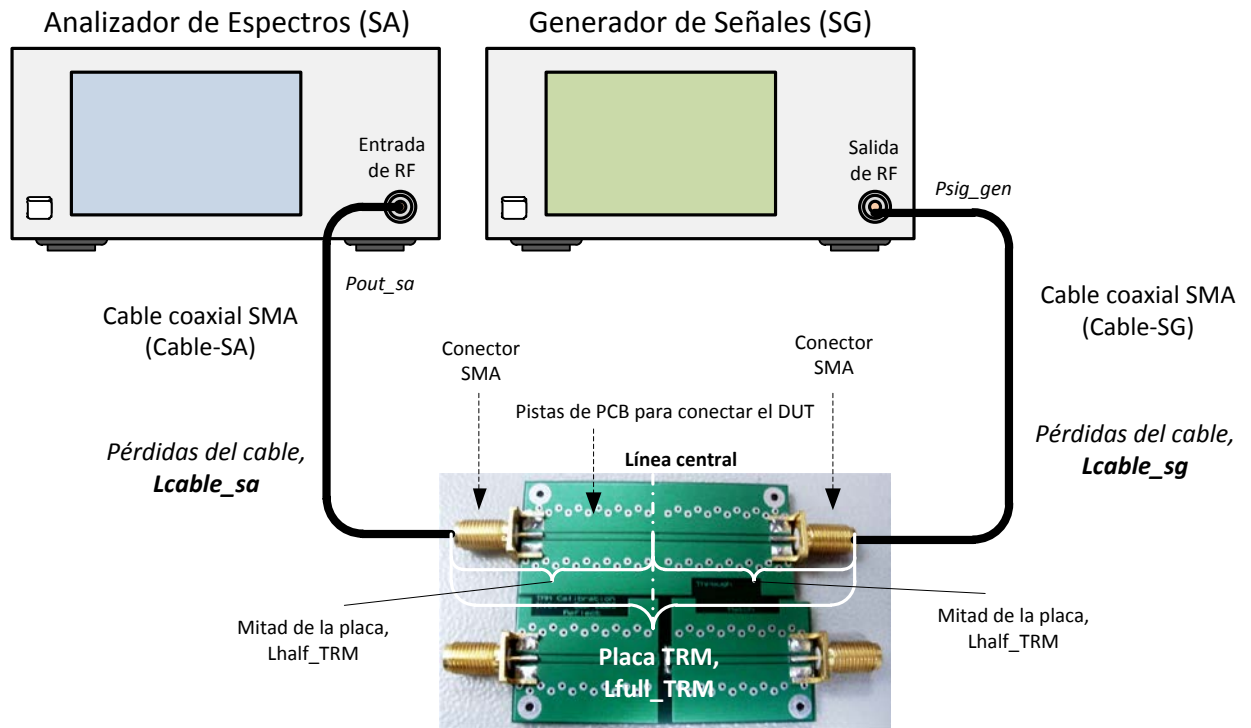

Figura 4 – Calibración de Pérdidas en Conectores SMA y Pistas de PCB
1. Haga las conexiones que se muestran en la Figura 4.